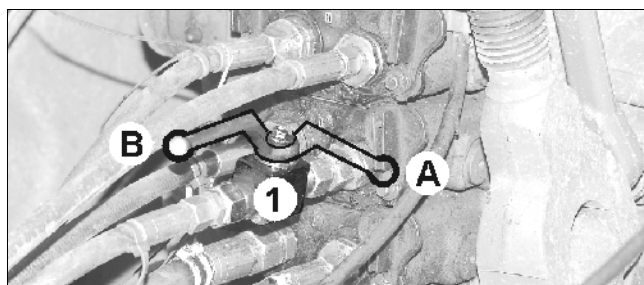

Fig. 14
- Закройте шаровой кран (Fig. 14/1) (позиция А).
- Откройте шаровой кран (Fig. 14/1) (позиция В).